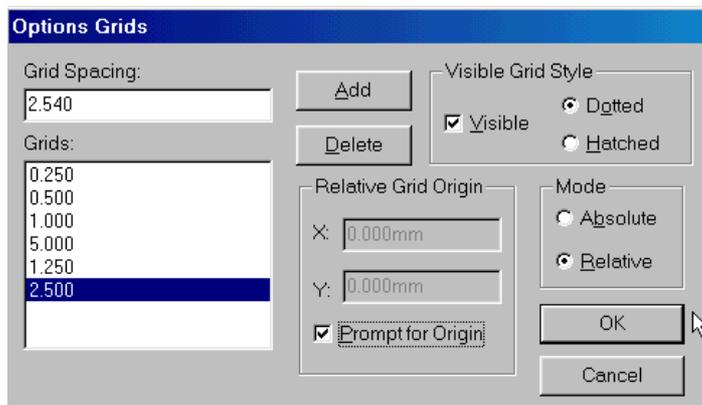

Рис. 7-9. Настройка параметров сетки
Для облегчения работы все элементы конструкции ПП на рабочем поле привязываются к узлам специальной сетки. Параметры сетки (расстояние между узлами, вид сетки, ее тип) устанавливаются по команде **Options/Grids...** (Параметры/Сетки). При этом появляется специальная панель **Options Grids**, показанная на рис. 7-9. Смысл параметров, устанавливаемых на данной панели подробно рассматривался в пп. 3.3.
- 2) Набирая значения в окне *Grid Spacing*, добавляйте их к списку в окне *Grids*, используя кнопку **Add** (см. рис. 7-9).
- 4) Установите все флажки, так как показано на рис. 7-9 и нажмите кнопку **OK**.